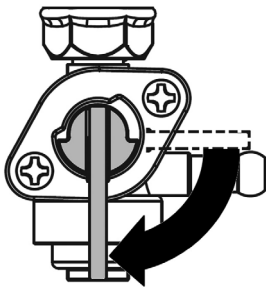

Рис. 4 Топливный кран открыт
3. Откройте топливный кран (Рис. 4).